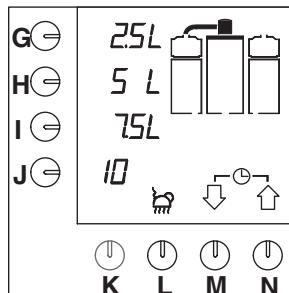

Abb. 7 Standardwahlmöglichkeiten
- Die Kontrolleuchte im Schalter schaltet sich ein. Die Standardwahlmöglichkeiten erscheinen auf dem Display (Abb. 7).